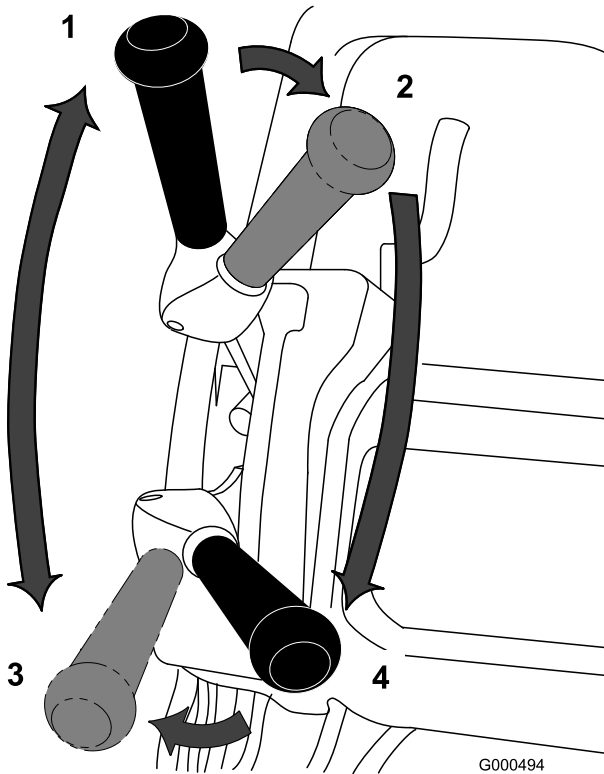

Figura 18
1. Ligue o motor, coloque o regulador a uma velocidade reduzida, empurre o manípulo para levantar a unidade de corte, desloque a alavanca de tracção para a posição Engatado, e leve o cortador até uma ponta do relvado (Figura 18).
2. Coloque a alavanca de tracção na posição Disengaged e engate a transmissão do cilindro (Figura 18).
- Desloque a alavanca de tração para a posição Engatado, aumente a velocidade até que o cortador se movimente à velocidade desejada, conduza o cortador para o relvado, desça a dianteira do cortador e comece a operação (Figura 18).